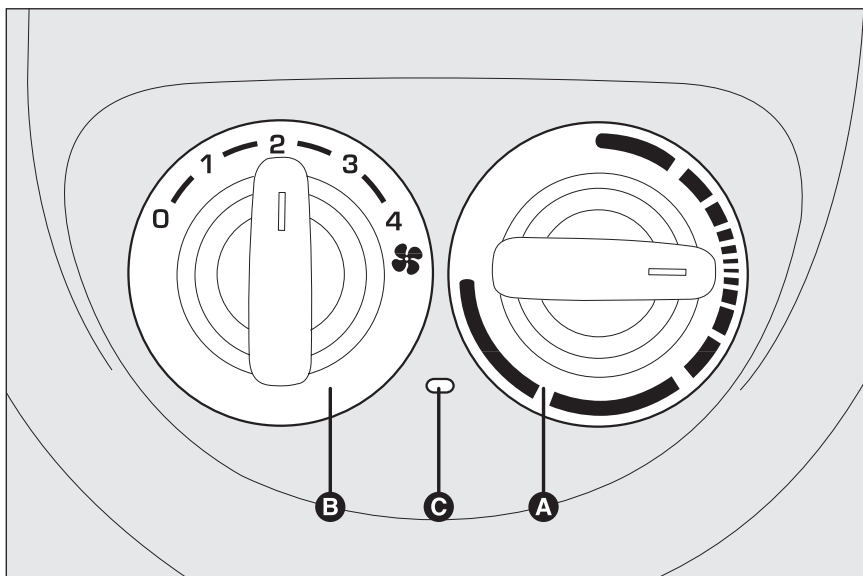
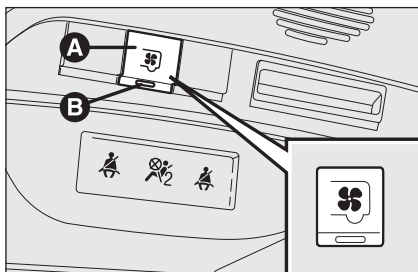

fig. 51
fig. 52
BEDIENINGSKNOPPEN fig. 51
Druk op de knop **A-fig. 52** om de airconditioning in te schakelen.
Bij inschakeling gaan het lampje **B-fig. 52** op de knop zelf en het lampje **C-fig. 51** op het schakelaarpaneel gelijktijdig branden.
Druk opnieuw op de knop **A-fig. 52** om de airconditioning uit te schakelen (beide lampjes doven om de uitschakeling te bevestigen).
- ☐ schakel de airconditioning in door de knop **A-fig. 52** in te drukken; het lampje **B** op de knop gaat branden;